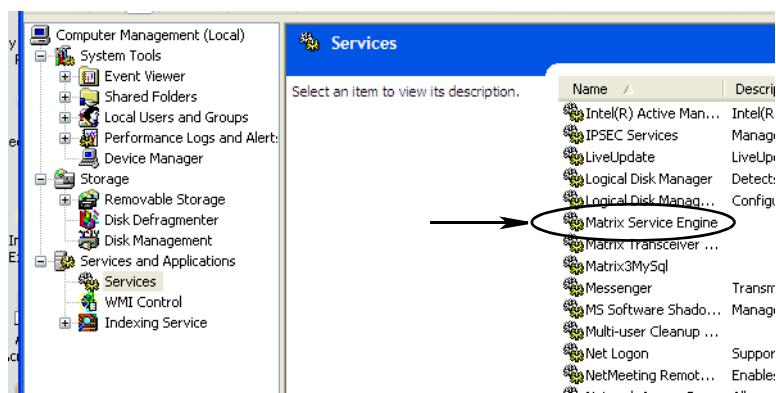

Рис. 56
- d. Щелкните дважды по значку «Matrix System Engine» в списке служб (Рис. 56).